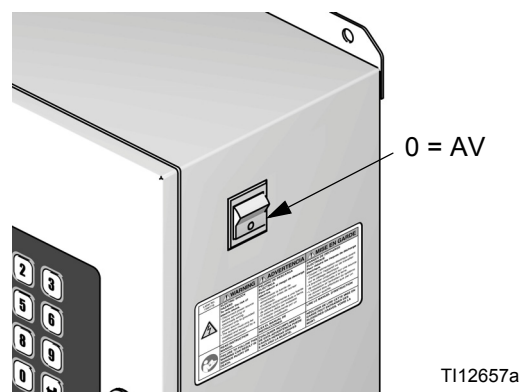

FIG. 24: Strömmen frånslagen
1. Stäng av strömmen till ProMix 2KS (position 0). FIG. 24. Stäng också av strömmen vid huvudströmbrytaren.